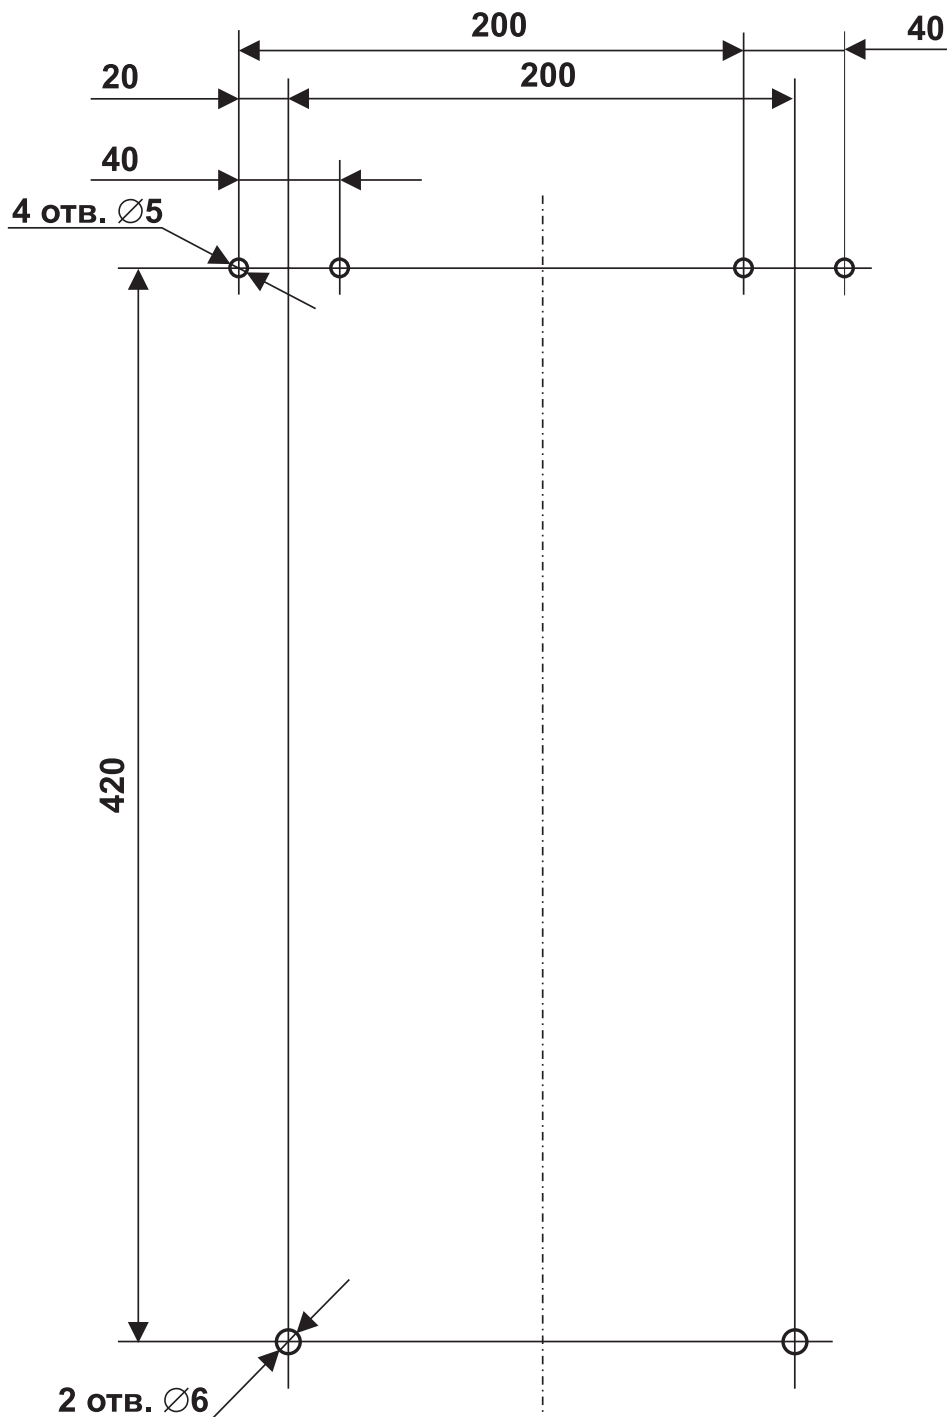

Рис. 1. Разметка крепления блока контроллеров PERCo-SC-710.2, PERCo-SC-720.2
- Произведите разметку и разделку четырех отверстий Ø5 согласно рис. 1, 2 (см. Приложение 1).
- Установите блок на скобы и разметьте отверстия Ø6 согласно рис. 1, 2 (см. Приложение 1).